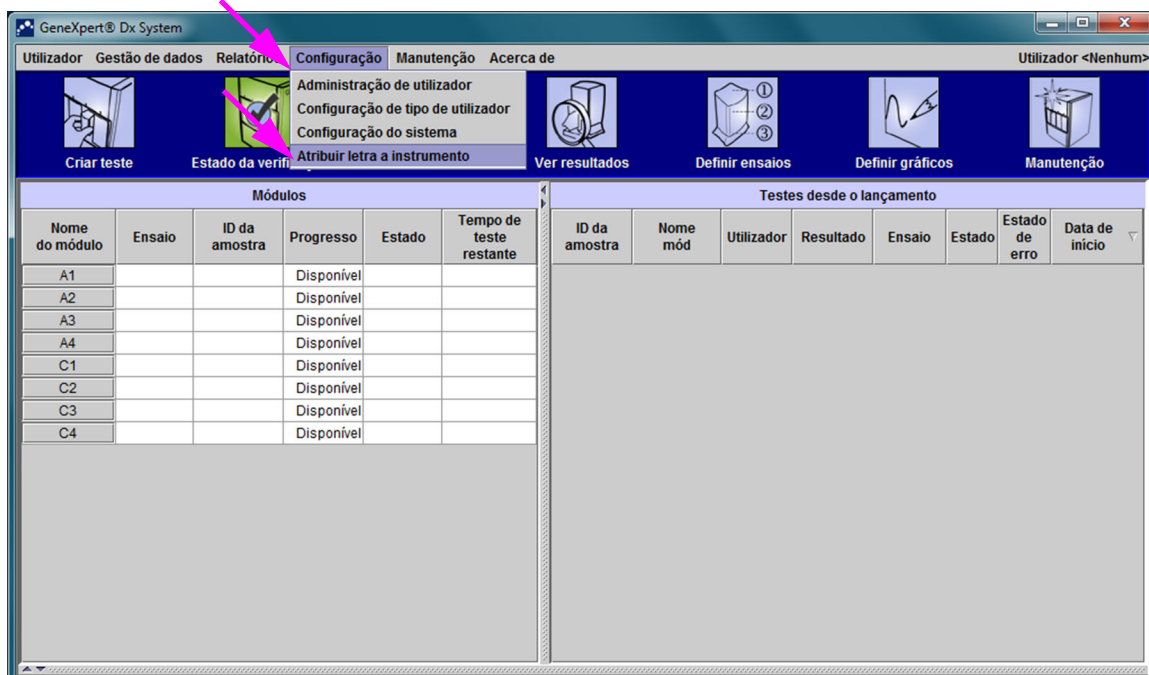
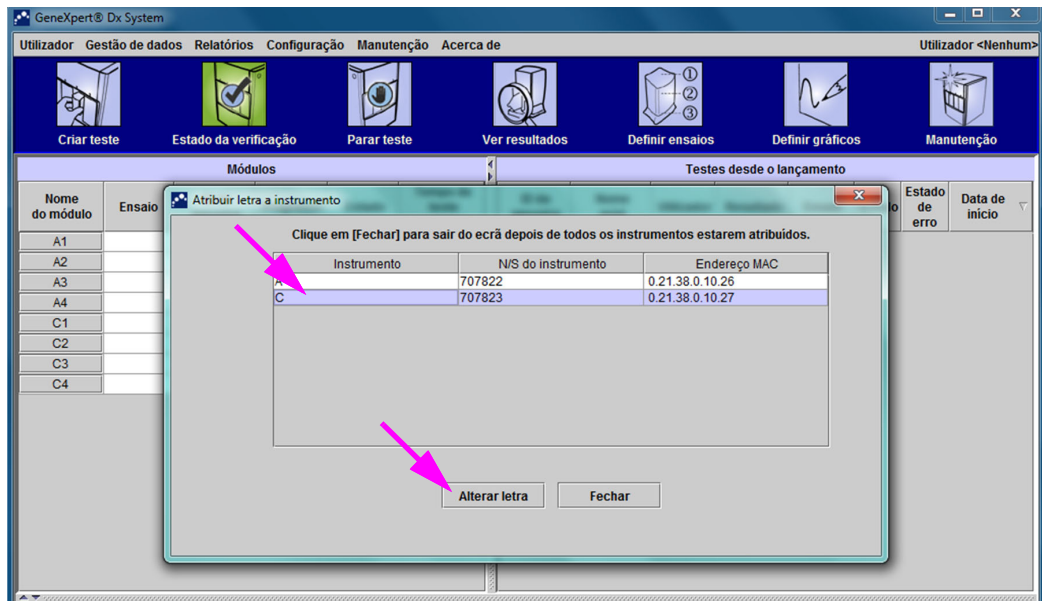

Figura 2-66. Janela GeneXpert Dx System com menu pendente Configuração
Figura 2-67. Janela GeneXpert Dx System com caixa de diálogo Atribuir letra a instrumento sobreposta
3. Para garantir que as letras atribuídas correspondem ao instrumento GeneXpert GX-XVI, clique em **Configuração** na barra de menus da janela GeneXpert Dx System (consulte a figura 2-66) e, em seguida, seleccione **Atribuir letra a instrumento** no menu pendente. É apresentada a caixa de diálogo Atribuir letra a instrumento (consulte a figura 2-67). Ao mesmo tempo, os indicadores LED verdes dos quatro módulos que constituem o quadrante seleccionado ficarão intermitentes.
- Para alterar a letra atribuída, clique para seleccionar o instrumento e, em seguida, clique em **Alterar letra** na caixa de diálogo Atribuir letra a instrumento (consulte a figura 2-67).
6. Clique em **Fechar** para fechar a caixa de diálogo Atribuir letra a instrumento (consulte a figura 2-67).